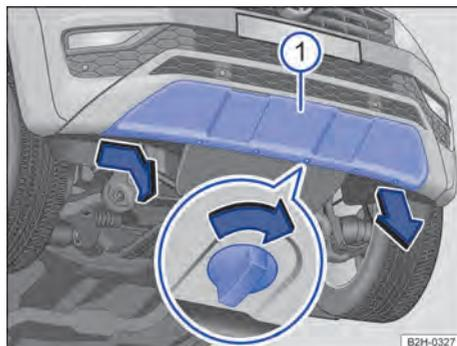

Fig. 161 No para-choque dianteiro: cobertura da argola de reboque.
O alojamento para a argola de reboque aparafusada está localizado na frente à direita no para-choque, sob uma cobertura → Fig. 161 .
- Girar os parafusos de travamento cerca de 90° no sentido da seta → Fig. 161.
- Extrair as cintas de fixação restantes do para-choque e colocar a cobertura com segurança no veículo → Fig. 161 ①.